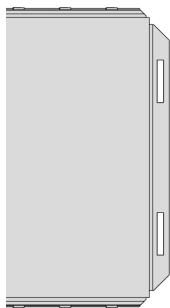

图 13-80 镜向实体特征效果
(11) 单击【镜向】按钮，弹出【镜向】属性管理器，在绘图区中，依次选择上视基准面和切除-拉伸 3 特征为镜向面和镜向特征，单击【确定】按钮，创建镜向特征，如图 13-80 所示。